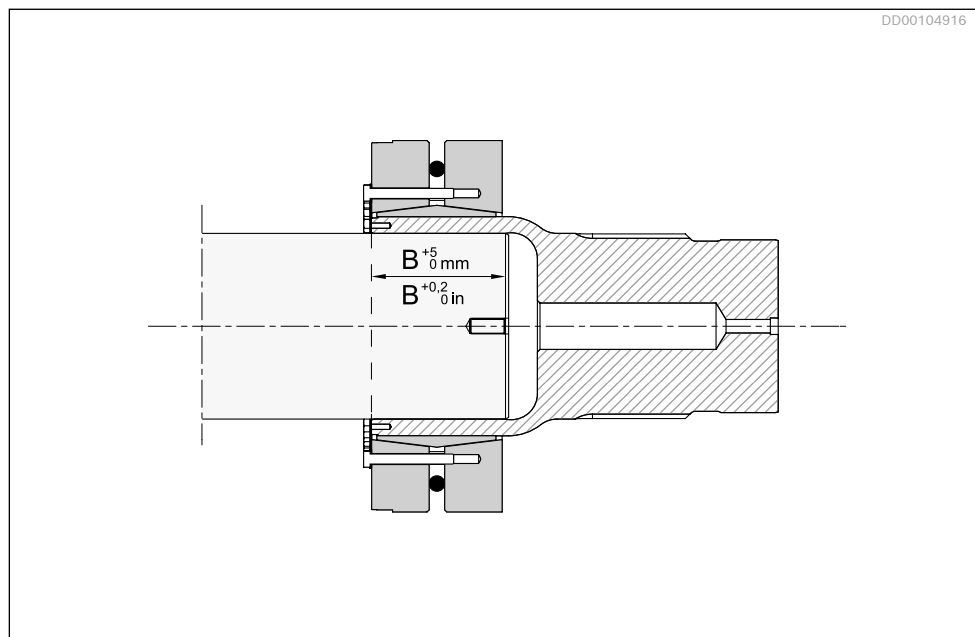
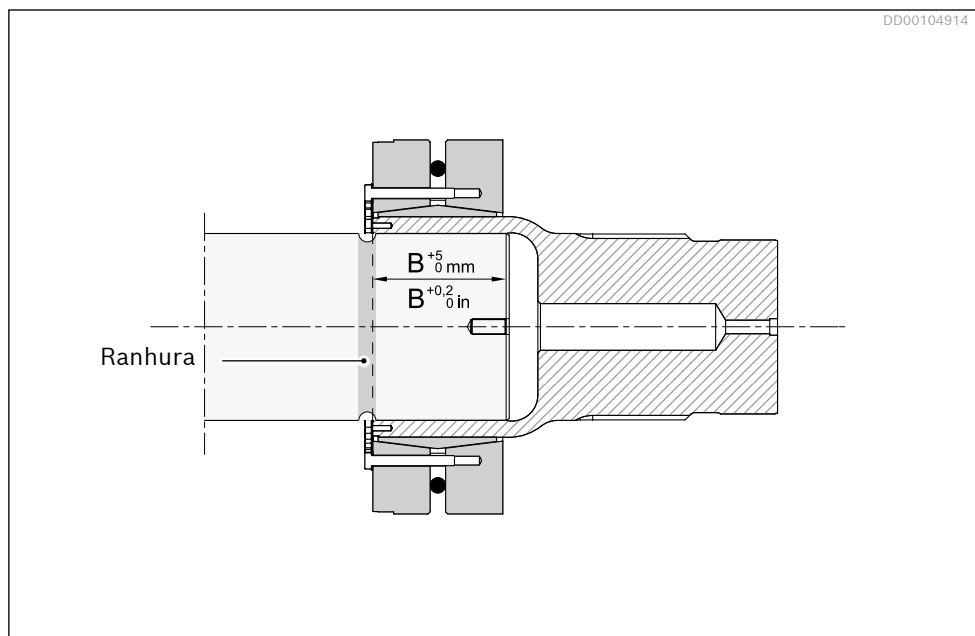

Fig. 36: Eixo acionado sem ranhura para alívio de tensão
Fig. 37: Eixo acionado com ranhura para alívio de tensão
4. Puxe o adaptador de acoplamento no eixo girando a porca na ferramenta de montagem até o comprimento de aperto indicado (comprimento B, consulte a *Fig. 36*, a *Fig. 37* e a *Tabela 14*).